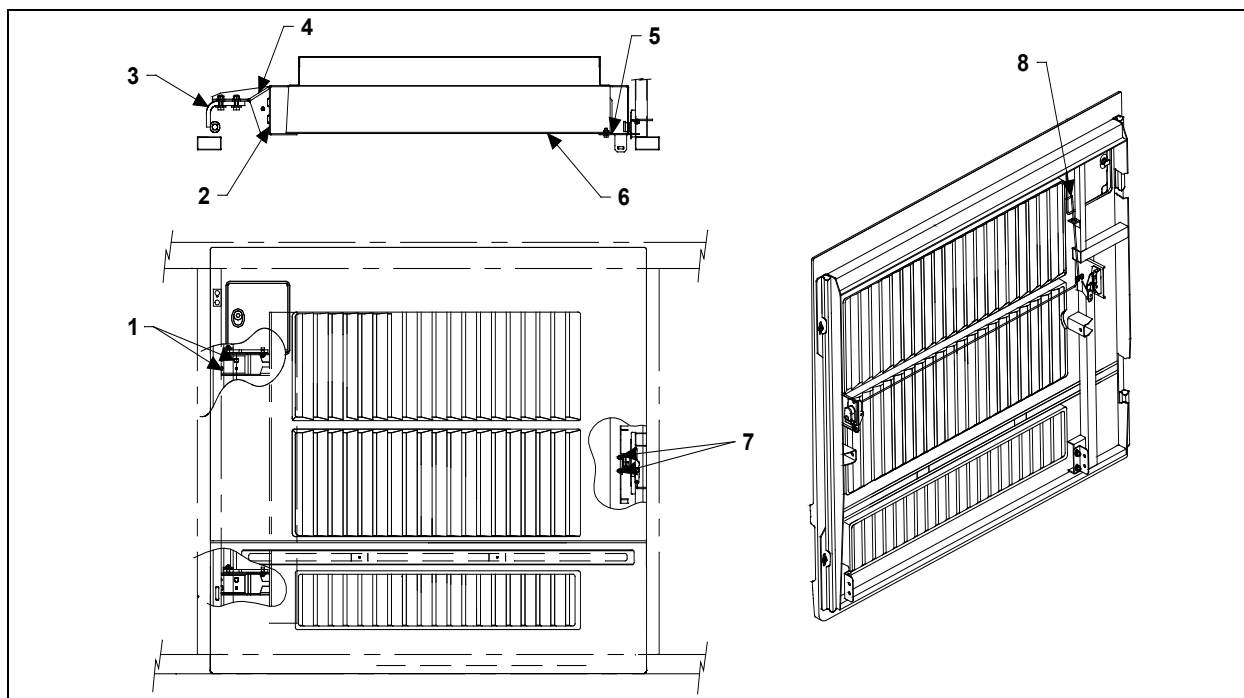

FIGURE 75 : PORTE DU COMPARTIMENT DU CONDENSEUR
- Desserrer les écrous (1, Figure 75) tenant la charnière (3, Figure 75) à la fixation de charnière (4, Figure 75). Le fait de desserrer les écrous (1, Figure 75) permet de déplacer le condenseur vers la gauche ou la droite et vers le haut ou le bas.
- Desserrer les écrous de support qui fixent le panneau au condenseur. Le panneau (6, Figure 75) peut alors être déplacé vers l'intérieur ou l'extérieur, vers la gauche ou la droite, et vers le haut ou le bas.
- Ajuster le panneau du condenseur par rapports aux supports (2, Figure 75 et 5, Figure 75).